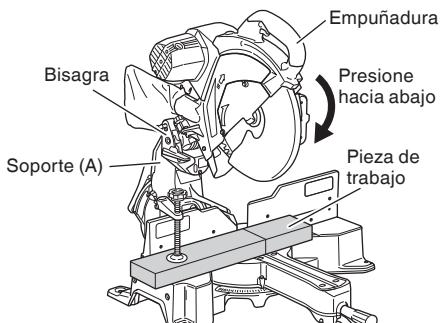

Fig. 25
Deslice la bisagra hacia abajo hasta el soporte (A), y después apriete la perilla de inmovilización de deslizamiento (véase la Fig. 2) como se indica en la Fig. 25.